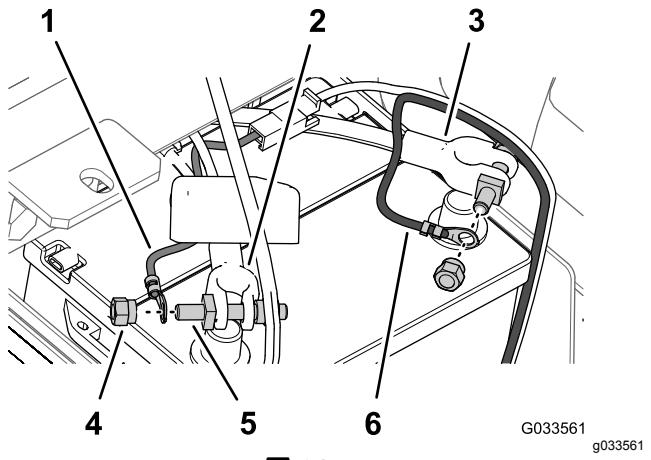

図 31
6. ヒューズ付きリンクスプレーヤ用ワイヤーハーネスのリング端子を、プラスのバッテリーケーブルに組み付けてある端子ボルトの端子に、ナットで固定する図 31。
7. マイナスケーブル黒スプレーヤ用ワイヤーハーネスのリング端子を、マイナスのバッテリーケーブルに組み付けてある端子ボルトの端子に、クランプナットで固定する図 31。